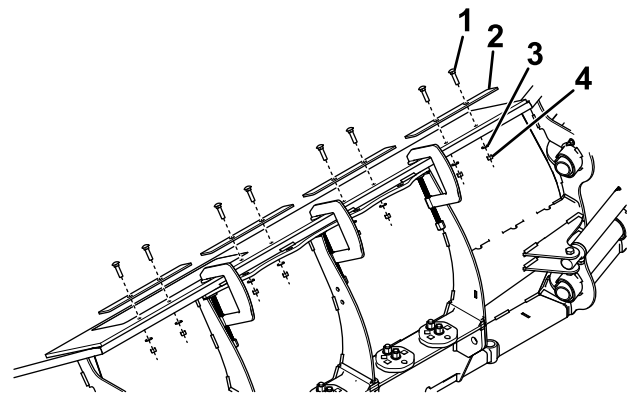

Bild 12
Hinweis: Wenn Ihr Schneepflug keine Löcher hat, die Sie als Schablone verwenden können, verwenden Sie Bild 12 als Schablone für die Bohrstelle.
5. Befestigen Sie vier rechteckige Streifen mit acht Schlossschrauben ($\frac{5}{16}$ "), acht Unterlegscheiben ($\frac{5}{16}$ ") und acht Nylon-Sicherungsmuttern ($\frac{5}{16}$ ") in den Bohrungen des langen Lamellenabschnitts, wie in Bild 12 dargestellt.